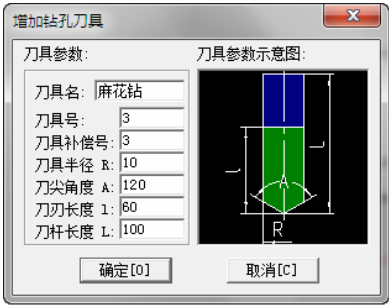

图 4-184 增加钻孔刀具参数设定
1) 设置增加钻头。单击“钻孔刀具”选项卡，然后再单击“增加刀具”按钮，弹出“增加轮廓车刀”对话框，设置参数如图 4-184 所示。单击“确定”按钮，完成增加钻孔刀具参数设置。